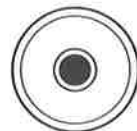

図3.5
8) 整準ねじ⑥を回して、気泡を○の中央に入れます。(図3.5)